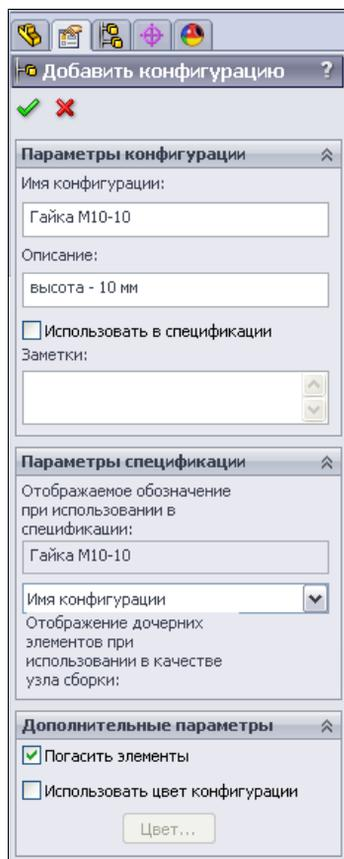

Рис. 3.14
3. На экране появится диалоговое окно, где нужно ввести в соответствующих полях **Имя конфигурации**, **Описание** и **Заметки**. В разделе **Параметры спецификации** необходимо выбрать имя новой конфигурации, под которым она будет обозначаться в спецификации (рис. 3.14).